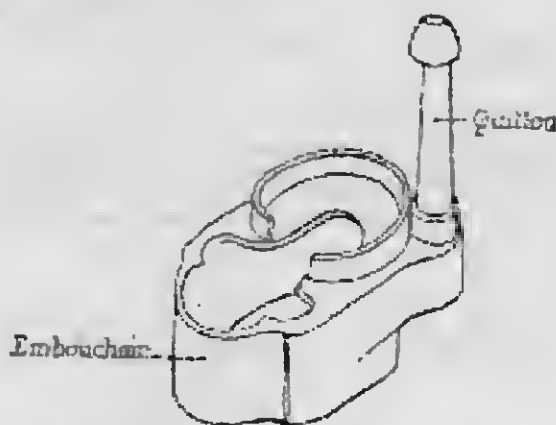

Fig. 19. — Embouchoir à quillon.
18. L'embouchoir à quillon (fig. 19), en deux pièces inséparables (embouchoir, et quillon vissé sur lui);